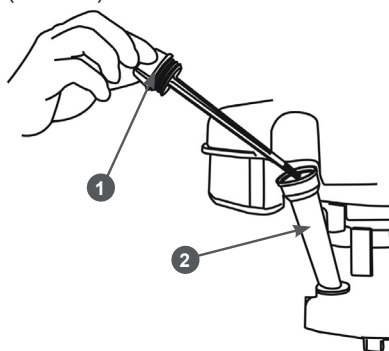

Рис. 12 Крышка-щуп маслозаливной горловины
2. Открутите крышку-щуп 1 маслозаливной горловины и извлеките щуп (Рис. 12).